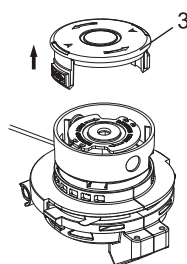

Fig.11
2. Tout en appuyant sur les deux boutons de verrouillage de la bobine, retirer le capuchon de la bobine (3) du boîtier de la bobine (Fig.11).